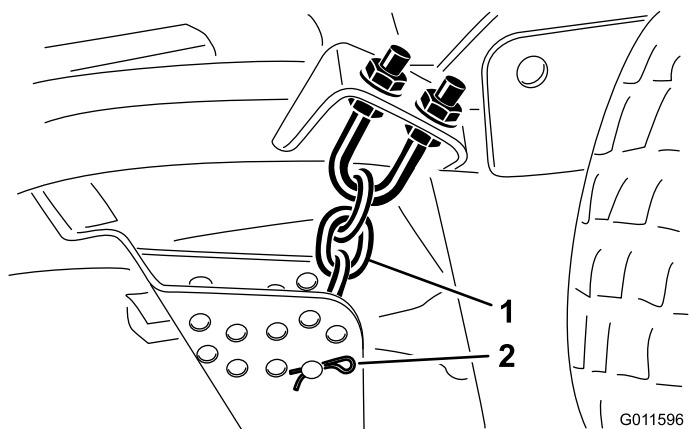

Figure 18
- Enlevez la goupille fendue et l'axe de chape qui fixent les chaînes de hauteur de coupe à l'arrière de l'unité de coupe (Figure 18).